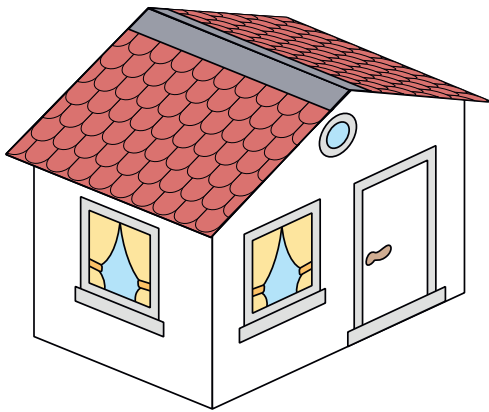

Fig. 1
- Lipiți căsuța pe un suport (carton gros) (Fig. 1).